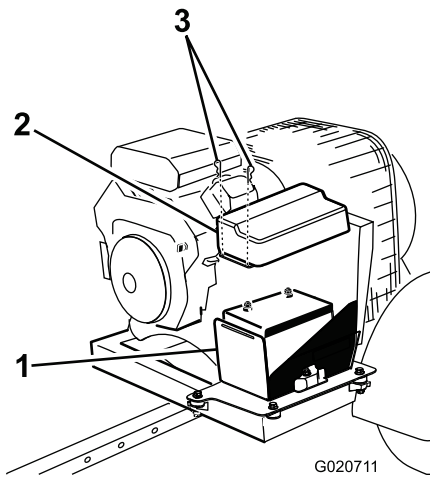

Figura 32
1. Retire los clips que sujetan la tapa de la batería a la caja de la batería, y retire la tapa de la caja (Figura 32).